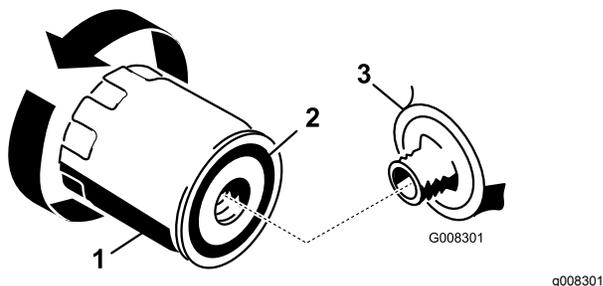

Figure 26
5. Serrez alors de 1/2 à 3/4 de tour supplémentaire (Figure 26).
2. Déposez le filtre à huile usagé et essuyez la surface du joint de l'adaptateur (Figure 26).
3. Appliquez une fine couche d'huile moteur neuve sur le joint en caoutchouc du filtre de rechange (Figure 26).